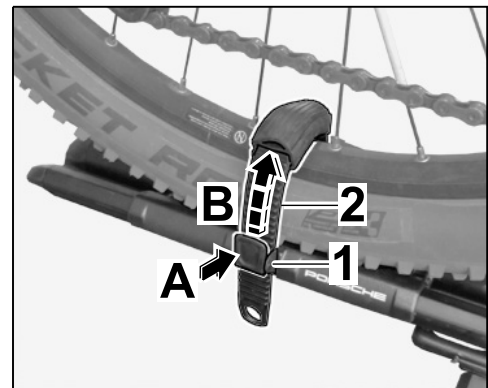

Fig. 36
8.1 Presser sur la serrure (⇒ Fig. 36-A-) et extraire la sangle de serrage (⇒ Fig. 36-B-).